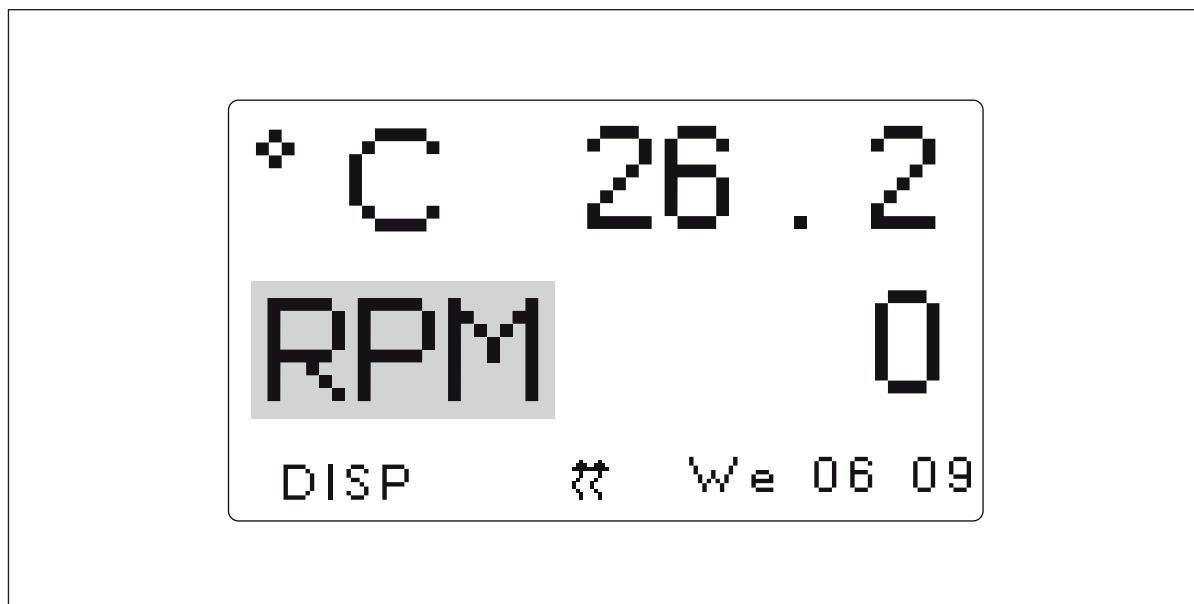

Fig. 5-2: Alterar parâmetro de indicação
1. Usando o botão de comando, realce o parâmetro que pretende substituir. Para este exemplo, substituiremos **RPM** (aqui Fig. 5-2 na pág. 44).